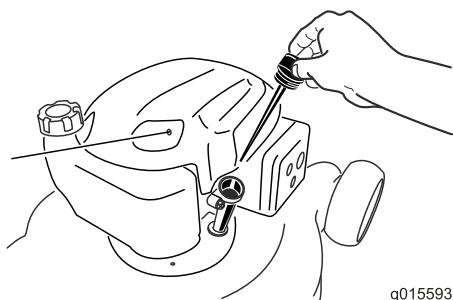

Figura 13
2. Rimuovete l'asta di livello (Figura 13) e versate nel tubo di riempimento una quantità d'olio pari a circa 3/4 della capacità del carter.